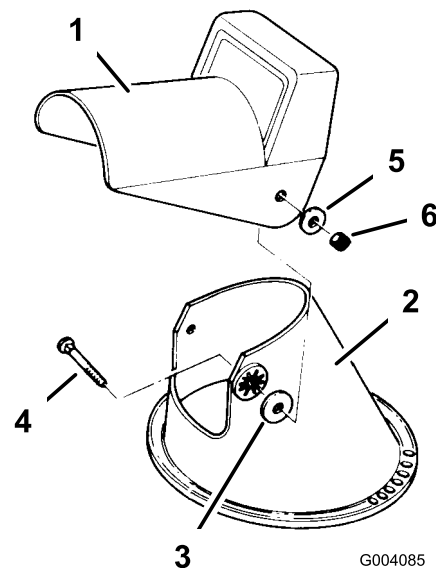

Figure 6
1. Placez le déflecteur sur l'éjecteur en prenant soin de bien aligner les trous de montage (Figure 6).
2. Insérez une rondelle en caoutchouc entre le déflecteur et l'éjecteur de chaque côté, en gardant les trous bien alignés (Figure 6).
Remarque: Les épaulements droits des vis de carrossier doivent se trouver dans l'alignement de la partie droite de l'éjecteur. Placez les rondelles métalliques à l'extérieur du déflecteur, comme illustré à la Figure 6. Ne serrez pas les boulons excessivement.